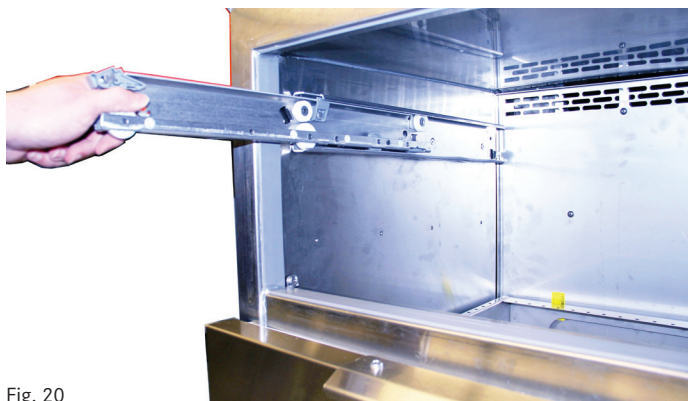

Fig. 20
5. Tire de los deslizadores de las bandejas hasta el tope (Fig. 20).